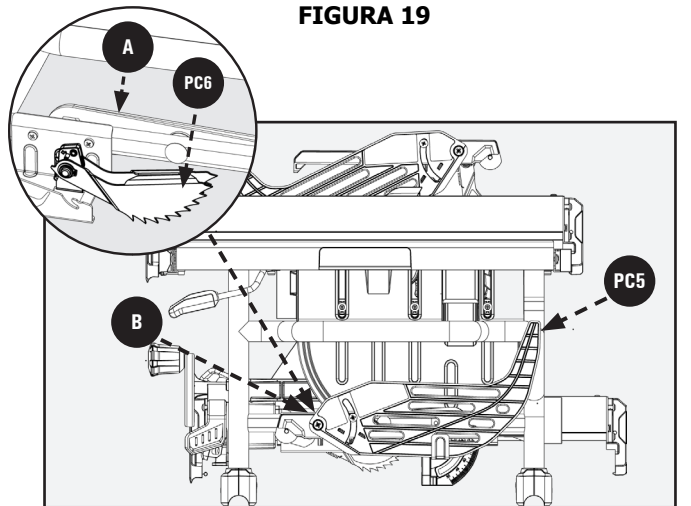

FIGURA 20
3. Desmonte las llaves de a bordo situadas en el lado derecho de la sierra, detrás del almacenamiento de la protección de la hoja, en la Figura 20, **A** aflojando y quitando la tuerca de mariposa M8.
Almacenamiento en el lado derecho Figura 20: